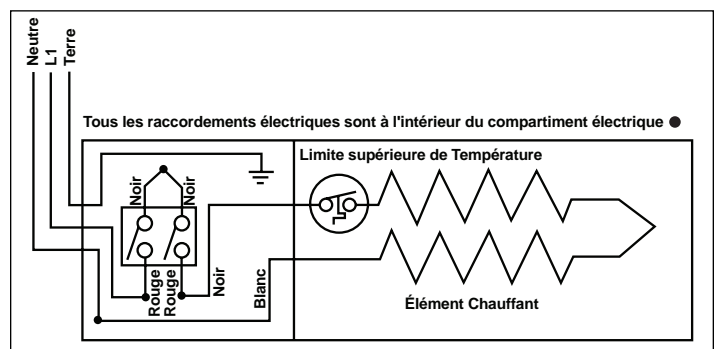

Figure 3
**120 Volt:** Si vous avez un radiateur électrique SoftHEAT de 120 volts, branchez les deux fils noirs du thermostat ensemble. Branchez ensuite le fil blanc du radiateur au fil neutre de l'alimentation électrique (Figure 3). Branchez ensuite le fil noir du radiateur à l'un des fils rouges du thermostat. Enfin, branchez le dernier fil rouge du thermostat au dernier fil de l'alimentation électrique.